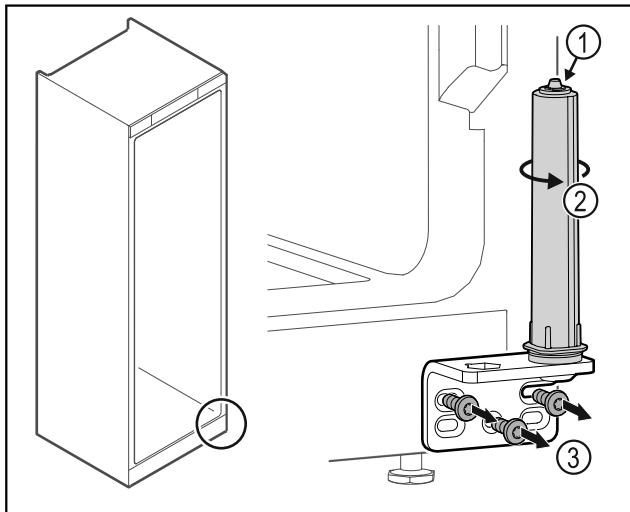

Fig. 37
- ▶ Не разбирайте систему закрытия двери Fig. 37 (1).
- Поворачивайте систему закрытия Fig. 37 (2) до щелчка.
- Отвинтите шарнирные уголки Fig. 37 (3).